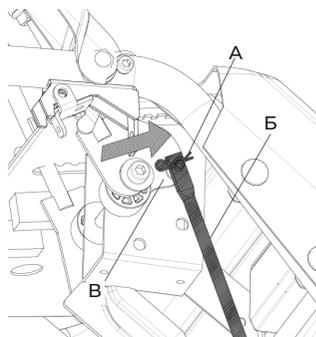

Рис. 10
- Прикрепите другую сторону тяги (рис. 10, поз. Б) к штифту в нижней части рычага переключения передач (рис. 10, поз. В) и закрепите с помощью шплинта (рис. 10, поз. А).